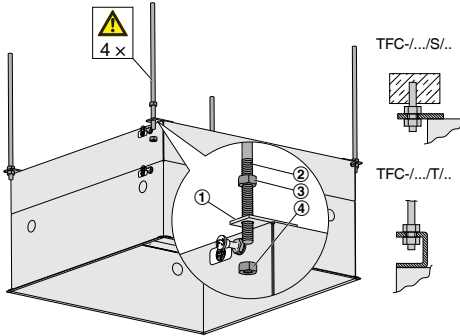

Fig. 2 : Suspension avec des pattes de fixation
Fixer au plafond des éléments de suspension, par exemple des tiges filetées (Fig. 2 /2).
3. ► Commencer par suspendre le caisson TFC à trois pattes de suspension (Fig. 2 /1) ; s'assurer que le caisson est horizontal, fixer les écrous en conséquence (Fig. 2 /4), puis utiliser les écrous de blocage (Fig. 2 /3) pour sécuriser le caisson suspendu.